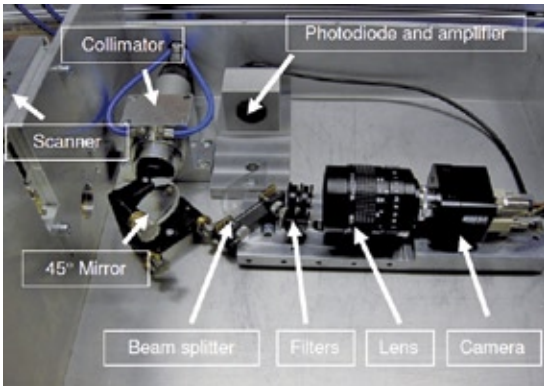

Abb. 2: Implementierung der Sensoren und optischen Komponenten: Ein Prototyp
riananlauf und die Produktion von mittlerweile mehr als sechs Fahrzeugtypen begleitet. Zum Einsatz kommt die Roboter-Messzelle im Rahmen des Produktentstehungsprozesses (PEP) sowie innerhalb des Produktionsprozesses (PP). Die daraus resultierenden Vorteile sind vielfältig: So stehen die gezielte Maßnahmeneinleitung, die Betrachtung der Auswirkungen bei Korrekturen in den Nachbarbereichen sowie die vielseitigen Analysemöglichkeiten ohne erneute Vermessungen – aufgrund der vollflächigen Datenbasis – auf der Habenseite. Wertvolle Vorteile sind außerdem der niedrigere Zeitaufwand bei der Bauteildurchsprache sowie die übersichtliche Ergebnisbetrachtung durch die flächenhafte Darstellung der Abweichungen als Farbbild. Interessant ist dabei auch die Zeitersparnis gegenüber der taktilen Messtechnik – und das, obwohl die optische Messtechnik statt nur einzelner Messpunkte eine flächenhafte Datengrundlage liefert. Auf diese Weise werden Bauteile vollständig kontrolliert, so dass keine Stellen mehr „blind“ bzw. ungeprüft bleiben (Abb. 2).
Abb. 2: Streifenprojektionsverfahren und Stereokamera-Prinzip sorgen bei der optischen Messtechnik für präzise und zuverlässige Bauteilinspektion. Die flächenhafte Datengrundlage ermöglicht eine vollständige Bauteilkontrolle sowie eine übersichtliche Ergebnisdarstellung.
Prozesskamera: Eine Hochleistungs-CMOS-Kamera überwacht kontinuierlich einen kleinen Bereich um den Laserpunkt herum. Abbildung 2 zeigt den Aufbau. In Abbildung 3 ist ein Bild des Schmelzbereichs zu sehen, das von der Kamera aufgezeichnet wurde. Da sich der Laser normalerweise mit einer Geschwindigkeit von 1.000 mm/s bewegt, müssen diese Bilder bei hohen Abtastraten (etwa 10–20 kHz) aufgenommen und verarbeitet werden. Die Größe des Schmelzbereichs lässt sich daraufhin durch Regelung der Eingangsparameter wie Laserleistung und Abtast-Schmelzgeschwindigkeit steuern.